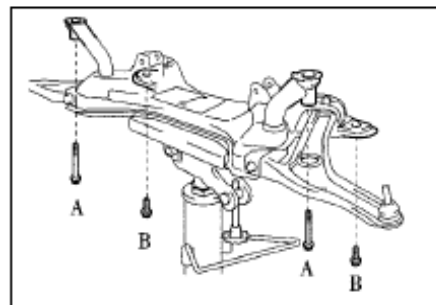

Рис. 192
- (1) Закрепите балку переднего моста с помощью четырех болтов(рис.192)